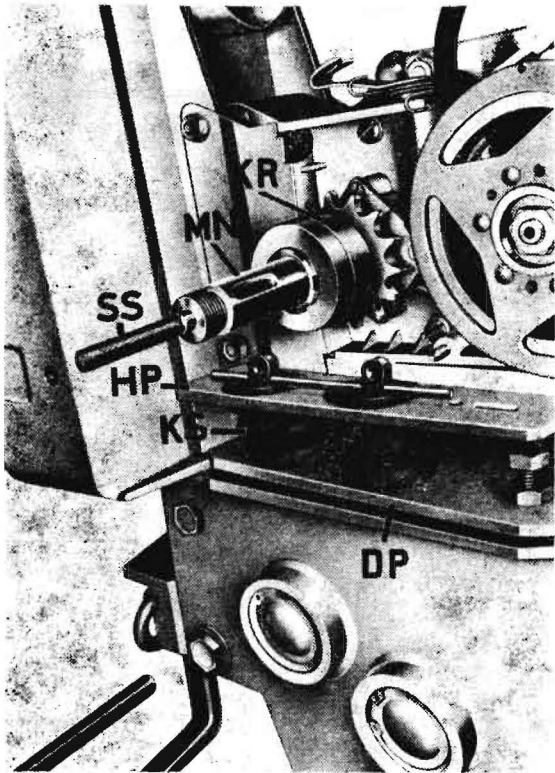

Bild 6/6
2. Kettenritzel (KR), Mitnehmer (MN) und Schaltstange (SS) vom Motor abziehen (Bild 6/6).